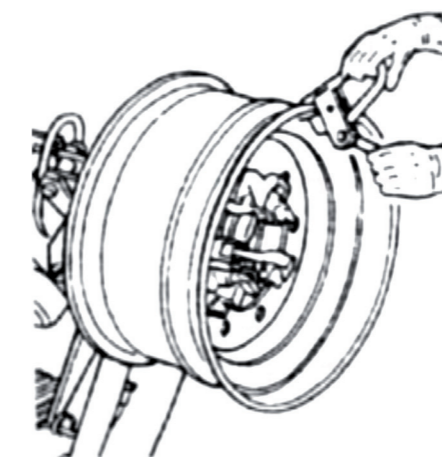

Рис. 9.
3. Закрепите зажим в верхней точке наружного борта обода (рис. 9).